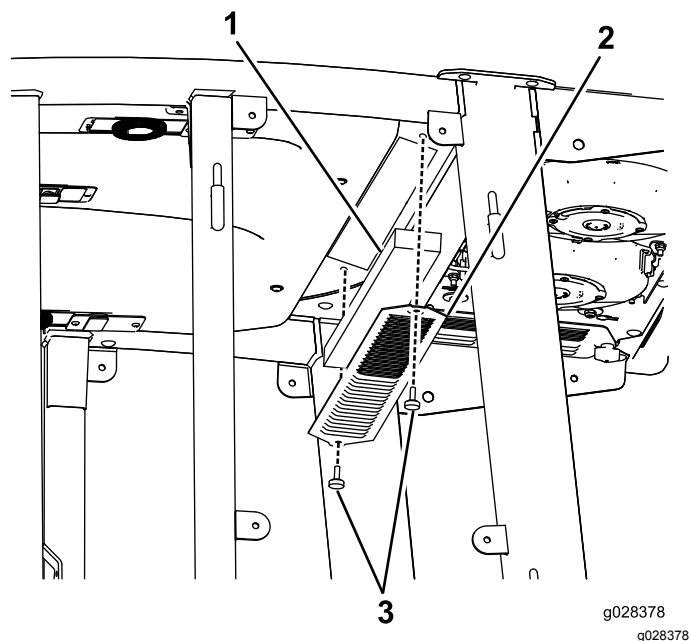
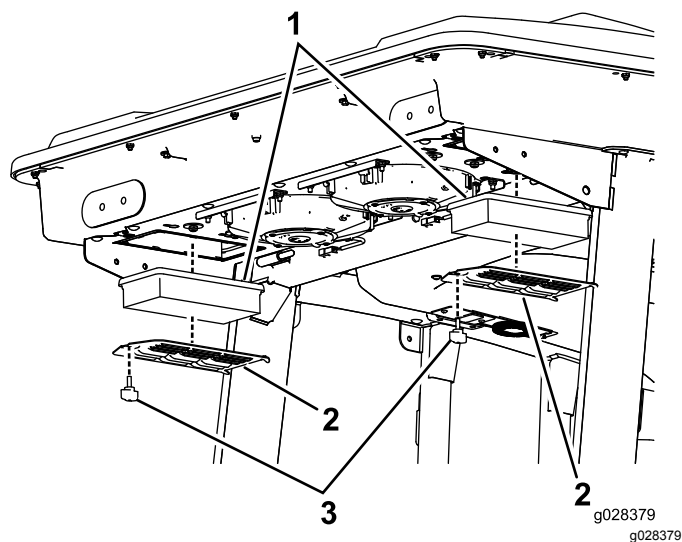
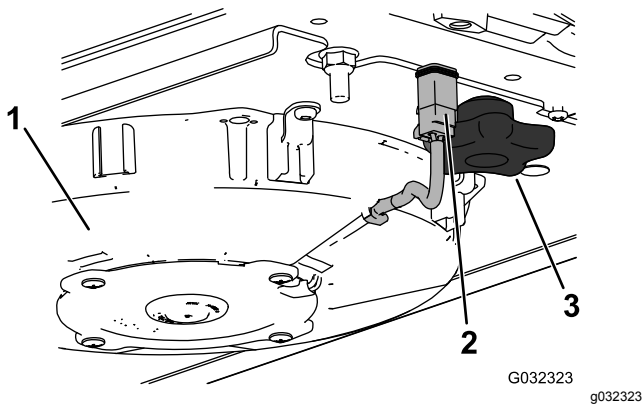
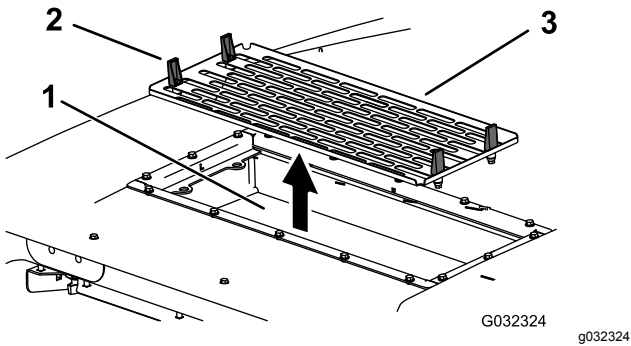

Figura 115
Figura 116
Figura 117
Figura 118
1. Retire los tornillos y las rejillas que cubren el filtro interior y el trasero de la cabina (Figura 115 y Figura 116).
- 5. Retire los filtros de aire (consulte Figura 116).
- 7. Instale los filtros de aire, la rejilla y el conjunto del ventilador (Figura 116, Figura 117 y Figura 118).
- 8. Conecte el cable de cada ventilador (Figura 117).